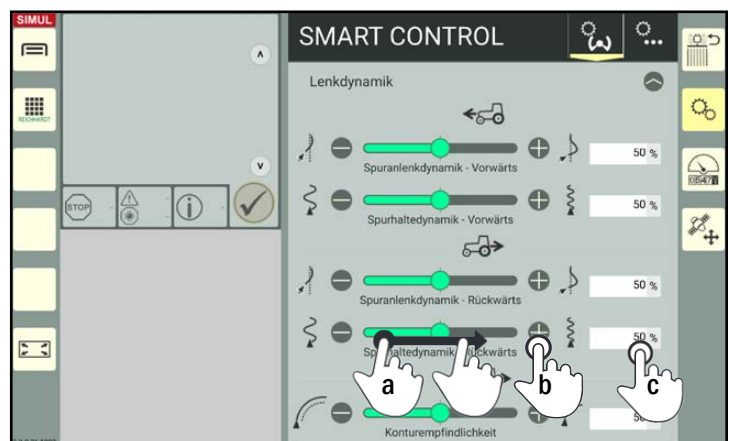

Abb. 323: Werte verändern
- durch Eingabe in den weißen Feldern rechts daneben (siehe Abb. 323).